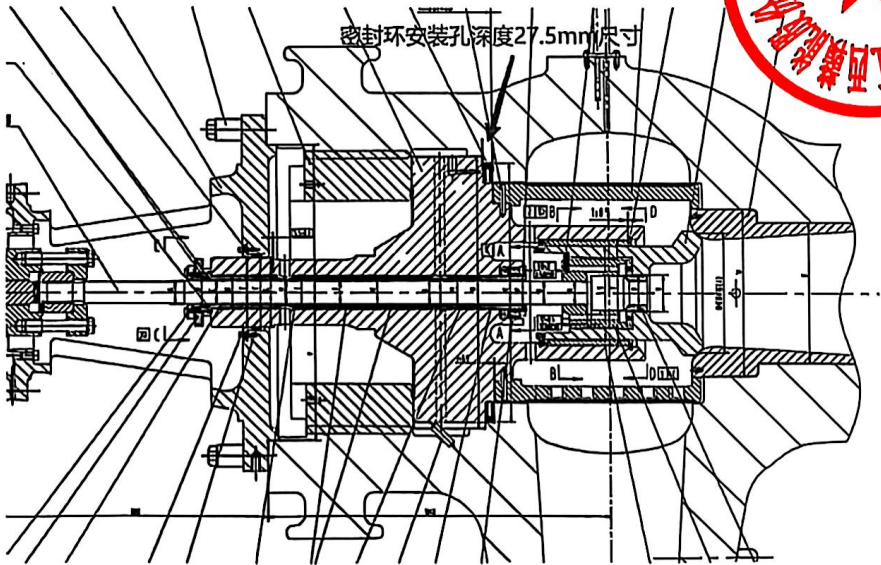

图 2
3.1.2 8 号机左右侧超高压主汽阀阀体 Z 密封面研磨修复，并保证密封环安装孔深度 $27.5 \pm 0.02\text{mm}$ 尺寸，如图 2。